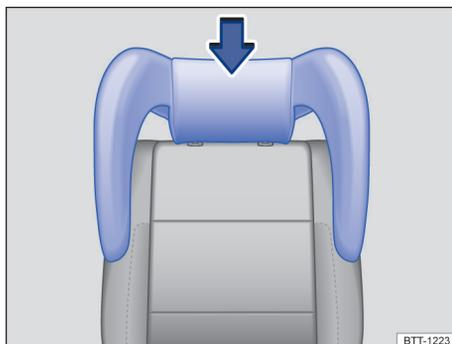

图 45 集成式儿童座椅：安装儿童座椅头枕
集成式儿童座椅须配合带侧面支撑的儿童座椅头枕使用（并使用导向环）。→ 图 45。
- 将儿童座椅头枕插入边座椅靠背上的头枕导套，直到被锁止（→ 图 45）。